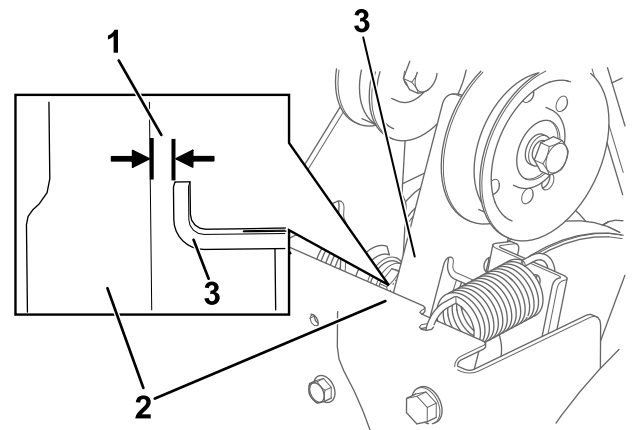

Figure 35
3. Lorsque le levier de commande de la vis sans fin/turbine est désengagé, vérifiez qu'il existe un écart de 1,5 mm entre le bras d'embrayage de la vis sans fin et le cadre de la machine, comme montré à la Figure 35.